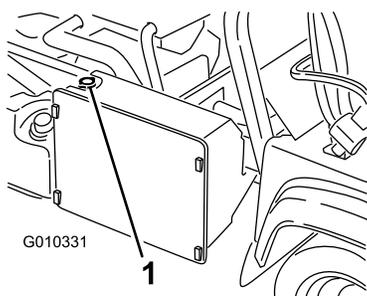

Рисунок 70
3. Снимите крышку радиатора (Рисунок 70).
7. Долейте жидкость в радиатор и установите на место крышку (Рисунок 70).